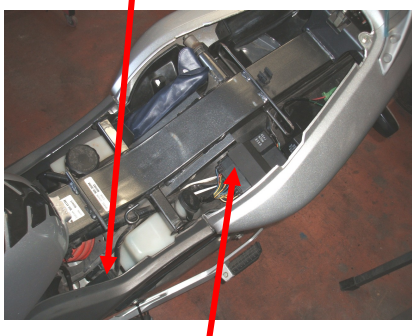

図1、ノーマルイグナイタ
- ①シート、左右サイドカバー、ガソリンタンクを外しノーマルイグニッションコイル及びイグナイタユニットを取外して下さい (図1)。
- ②8ページ「プラグコードコネクタ装着方法」に従ってプラグコードを SP2 コイルに装着して下さい。プラグコード／キャップはリーク防止のため、新品又は良品を使用して下さい。
- ④SP2 ワイヤハーネスを9ページ接続図のように接続して下さい。SP2 コントロールユニットは、水などが溜まらないようにスイッチ面を横向きにして固定して下さい。ノーマルイグナイタを外したコネクタ、ノーマルコイルの余った端子、ヘッドライト内の黄／緑端子、及びTPSカプラはどこにも接続する必要はありません。TPSが無い場合は、SP2 ハーネスTPS用の3Pカプラはどこにも接続する必要はありません。ビニルテープなどで短絡しないように保護して下さい。点火マップは SP2 コントロールユニット内で自動的に最適制御されます。
- ⑤エンジン始動前にイグニッション (IGN)ヒューズを付属の15Aに交換して下さい (図1)。